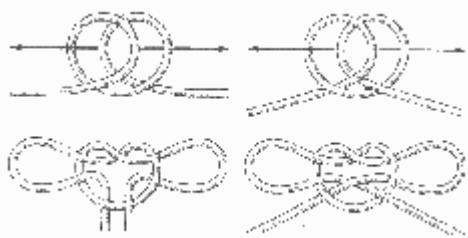

Рис. 89. “Пьяный” узел
**“Пьяный” узел** (рис. 89). В этом разделе узлов имеются узлы с двумя затягивающимися петлями. Когда тянут одновременно за ходовой и коренной концы, петли затягиваются. Этот узел на Руси испокон веков назывался “пьяным”: видимо, его применяли для усмирения не в меру разгулившихся людей, надевая петли на запястья рук за спиной и связывая концы на груди.